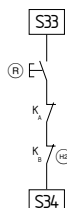

Fig. 3
**Pulsante di Reset esterno (con rilevamento fronte) (vedere Fig. 3)**